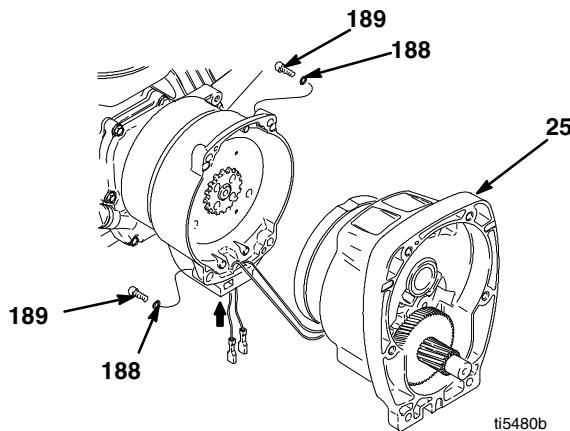
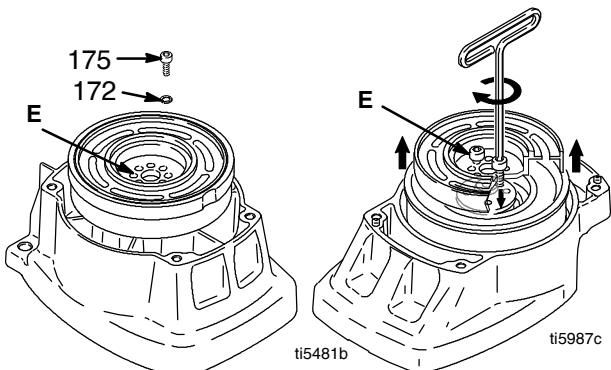
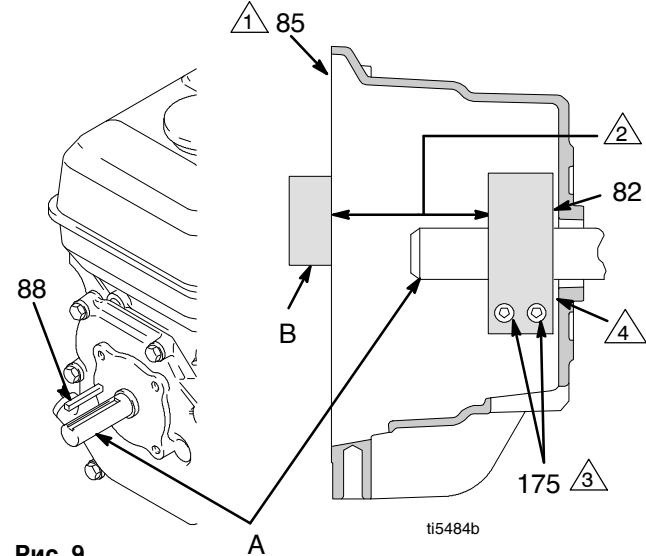

Рис. 4
Рис. 5
Рис. 9
4. См. Рис. 4. Выкрутите четыре винта (189) с пружинными шайбами (188) и снимите узел шестерни (25).
5. См. Рис. 5. Поместите узел шестерни (25) на верстак, сторона ротора должна быть направлена вверх.
6. Выкрутите четыре винта (170) с пружинными шайбами (172). Установите два винта в отверстия с резьбой (E) в роторе. Поочередно затягивайте винты, чтобы извлечь ротор.
- См. Рис. 9. Ослабьте затяжку двух винтов (175) на зажиме (82).
- Вставьте отвертку в паз зажима (82) и снимите зажим.
- См. Рис. 9. Установите шпонку вала двигателя (88).
- Легкими ударами пластмассового молотка насадите зажим (82) на вал двигателя (A). Выдерживайте размер, указанный в примечании 2. Фаска должна быть обращена к двигателю.
- См. Рис. 5. Расположите узел шестерни на верстаке так, чтобы сторона ротора была направлена вверх.
- Смажьте винты составом Loctite. Установите четыре винта (170) с пружинными шайбами (172). Поочередно затягивайте винты усилием в 125 дюймов-фунт, чтобы надежно закрепить ротор. Для удерживания ротора используйте резьбовые отверстия.
- См. Рис. 4. Закрепите узел шестерни (25) с помощью пяти винтов (189) с пружинными шайбами (188).